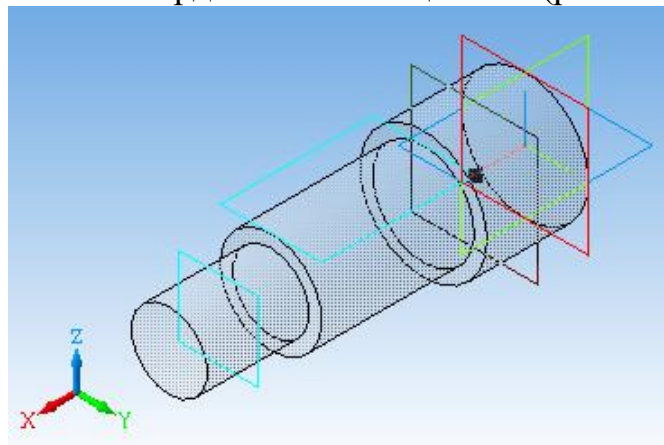

Рис. 4.15. Допоміжні площини
2. Для формування отворів і поглиблень потрібно створити ескізи в різних конструктивних площинах. Ці площини будемо, використовуючи команди  *Дотична площина* та  *Зміщена площина*. Зміщені площини повинні бути паралельні координатній площині YZ (рис. 4.15).